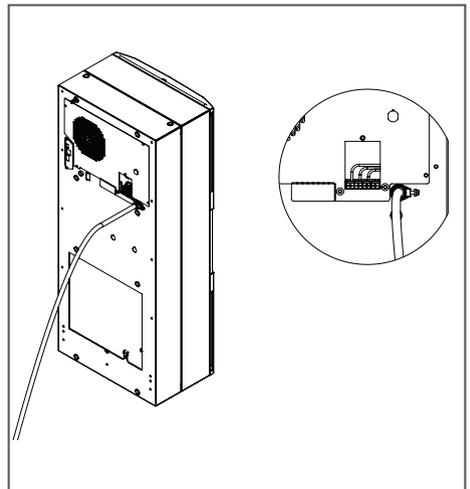

Abbildung 2
5. Ziehen Sie die Schraube an der Zugentlastung an, bis das Netzkabel fest sitzt (siehe Abbildung 2).